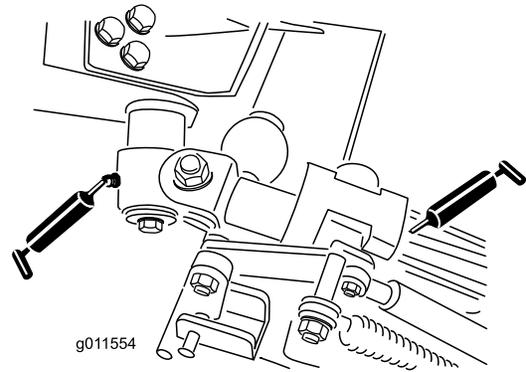

Figura 51
- 2 boccole orientabili della leva a squadra (Figura 51)
- 4 boccole del braccio posteriore (Figura 51).